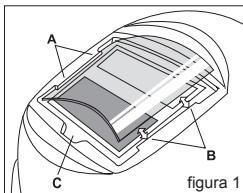

figura 1
**Sostituzione della lente di copertura anteriore:** Sostituire la lente anteriore se è danneggiata (incrinata, sporca o butterata). Posizionare un dito nella fessura (C) sul bordo inferiore della lente di copertura e flettere la lente verso l'alto finché non fuoriesce dai bordi contrassegnati con A e B (fare riferimento alla figura 1).